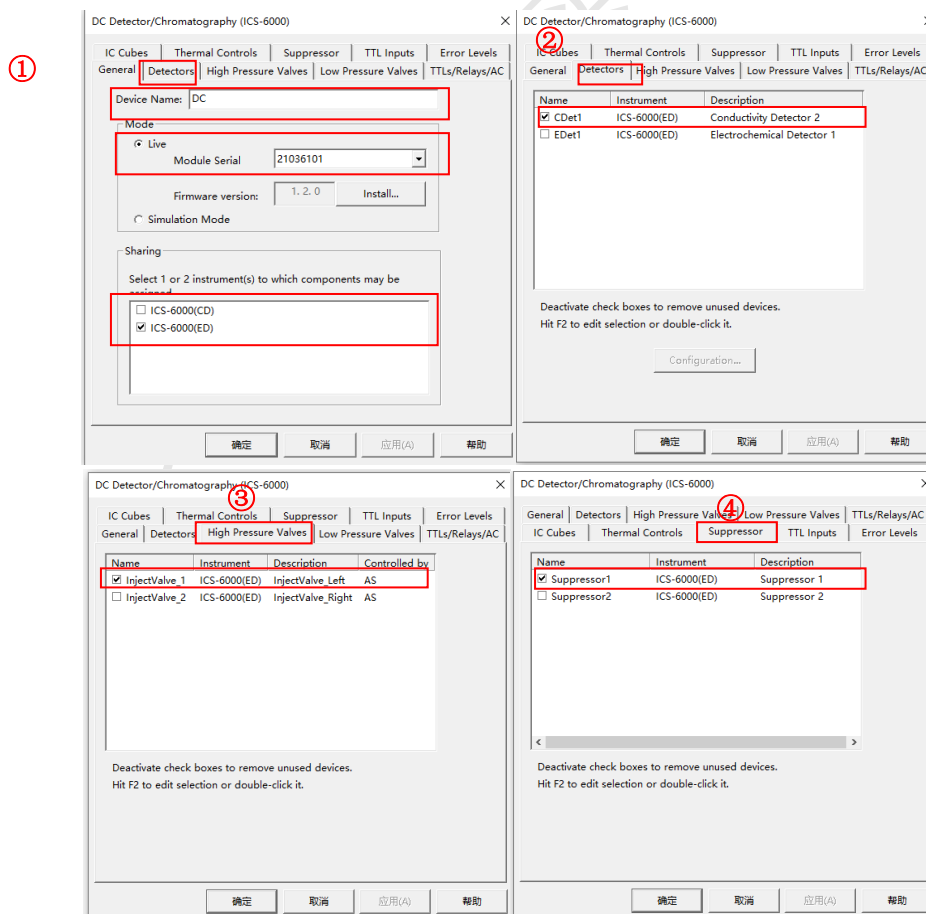

图 3 阳离子系统检测器参数设置
Step2. 如图3, 设置检测器参数: ①General: Device name: DC, Module Serial选择: 21036101; ②Detectors:勾选CDet1; ③High Pressure: InjectValve_1; ④Suppressor: 勾选Suppressor 1。至此, 阳离子模式的检测器模块配置完成。